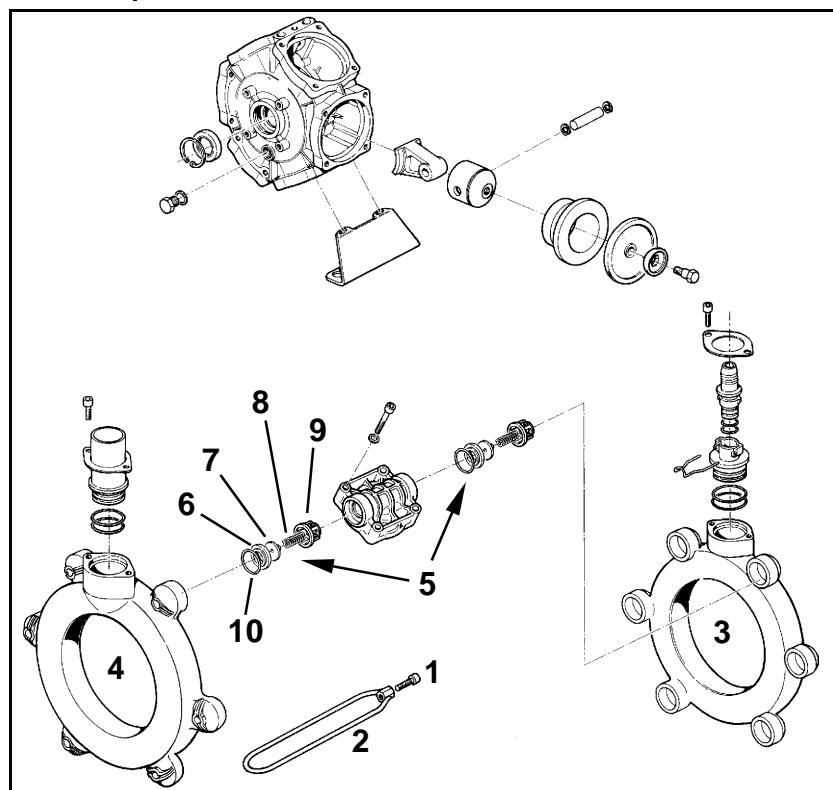

Рис. 194/...
- Запоминайте монтажное положение клапанов со стороны всасывания и нагнетания, перед снятием группы клапанов (Рис. 194/5).
- При монтаже следите за тем, чтобы не была повреждена направляющая втулка клапана (Рис. 194/9). Повреждения могут привести к блокированию клапанов.
- Болты (Рис. 194/1) необходимо затягивать обязательно в крестообразной последовательности с заданным моментом затяжки. Неправильная затяжка болтов приведет к деформации и вследствие этого к негерметичности.